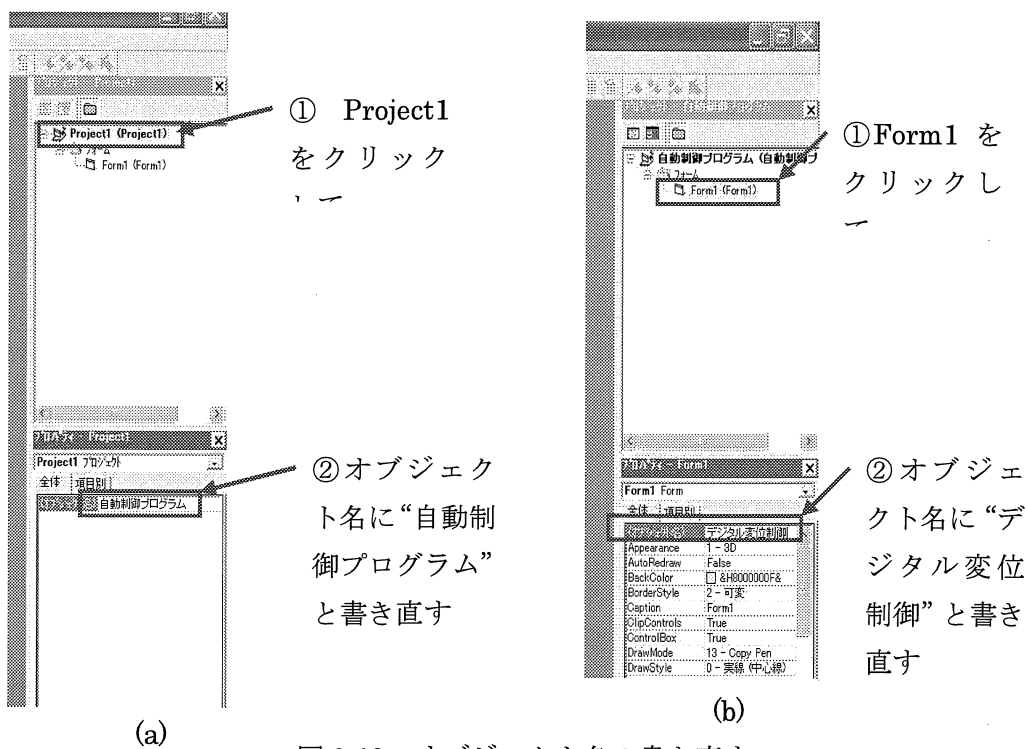

図 3.13 オブジェクト名の書き直す
- g. 図 3.13(a)に示すように、プロジェクト名を“自動制御プログラム”と書き直す。
- h. 図 3.13(b)に示すように、フォーム名を“デジタル変位制御”と書き直す。